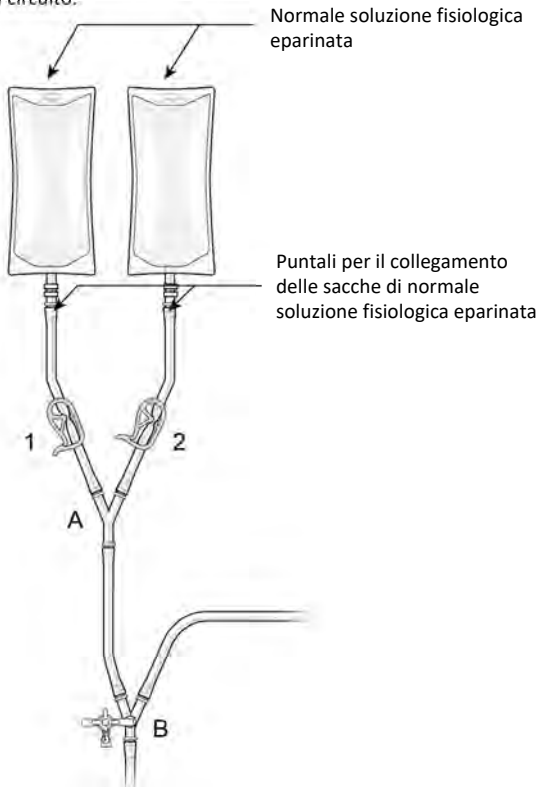

Figura 13
- (I) Appendere due sacche di normale soluzione fisiologica sterile eparinata e collegarle al circuito utilizzando gli appositi puntali, come illustrato in Figura 13, consentendo il priming per gravità dei componenti del circuito.